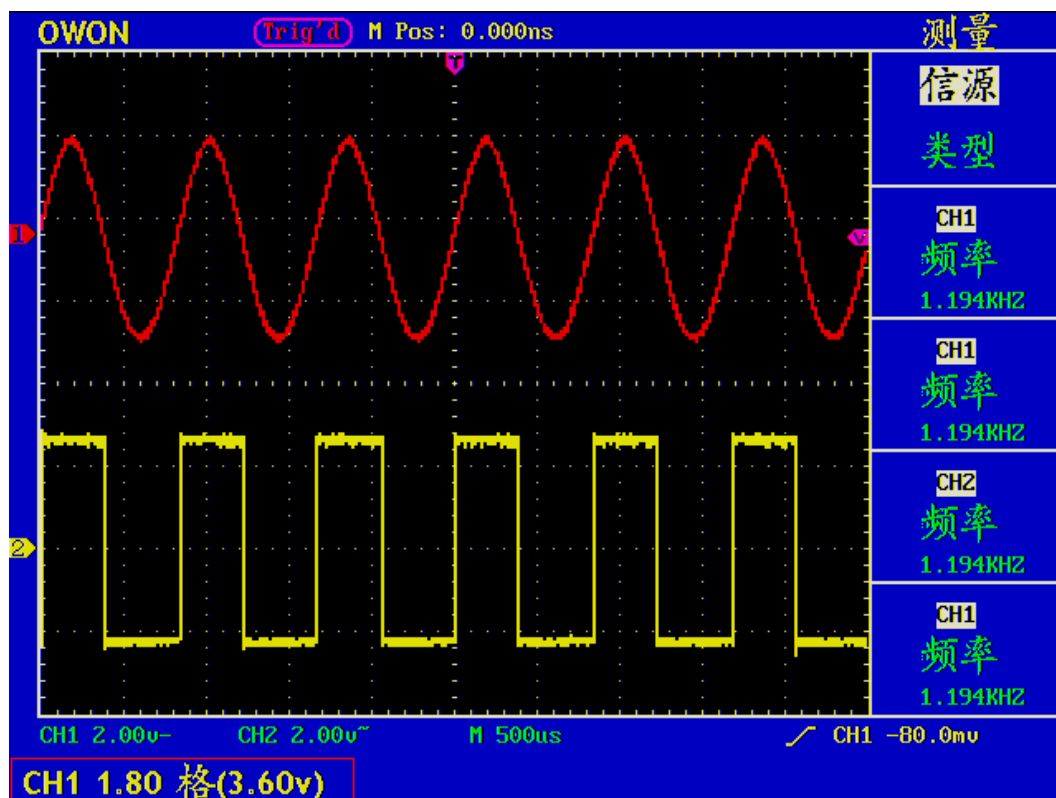

图 25: 垂直位置信息
3. 调整通道波形的垂直位置时,屏幕在左下角显示垂直位置信息。见图25